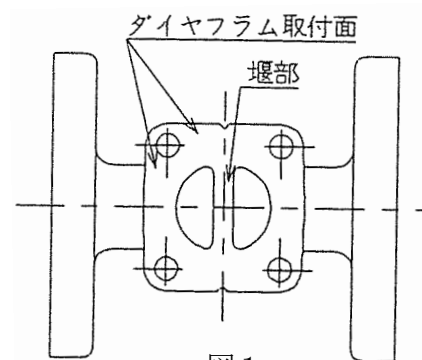

図 1
- (4) 本体の堰部及びダイヤフラム取付面はウエスできれいに清掃してください。又、異物等が固着している場合はサンドペーパーで軽く磨き、異物を除去してください。(図1)